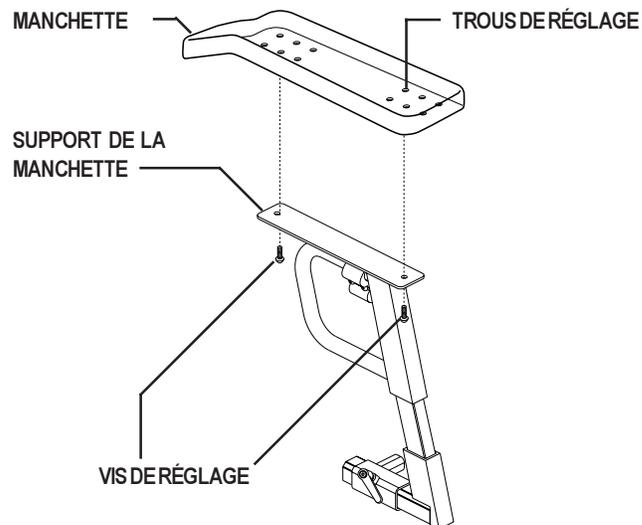

Figure 12. Réglage la position de la manchette
1. Enlevez les vis de réglage du dessous avant et arrière de la manchette de l'accoudoir. Voir la figure 12.